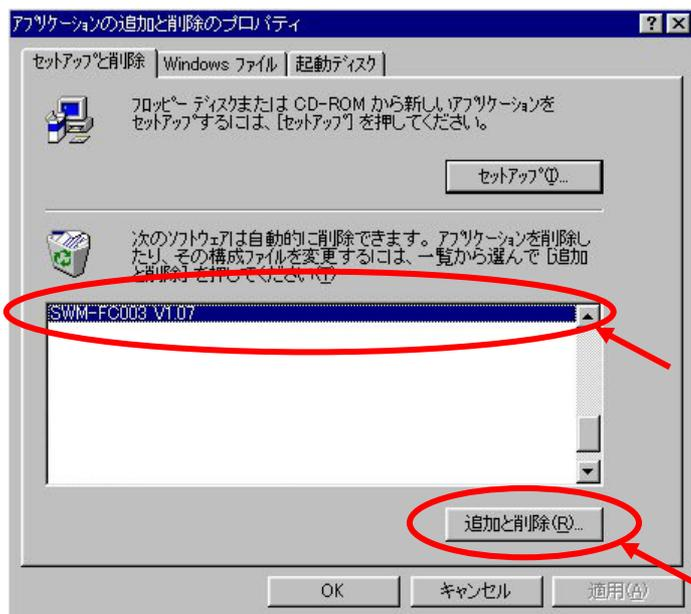

図1.3-3
(3) アプリケーションのリストで "SWM-FC003_Vxxx" をクリックまたはカーソルで選択して[追加と削除(R)]ボタンをクリックしてください。(図1.3-3)